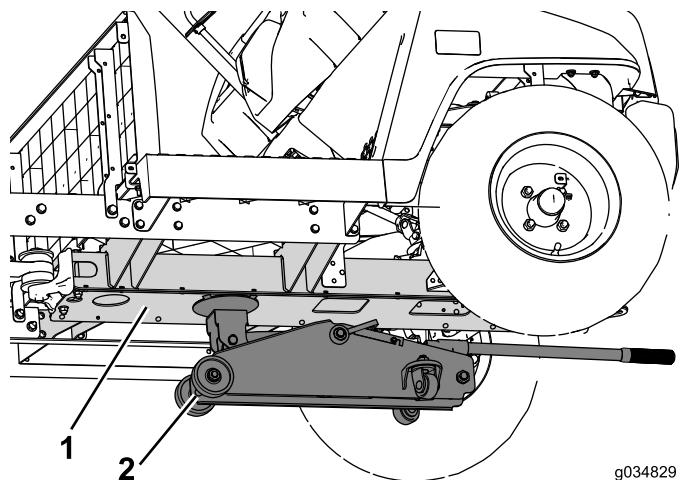

図 64
2. 車体のセンターチャネルをジャッキアップして車体前部を支える図 64。